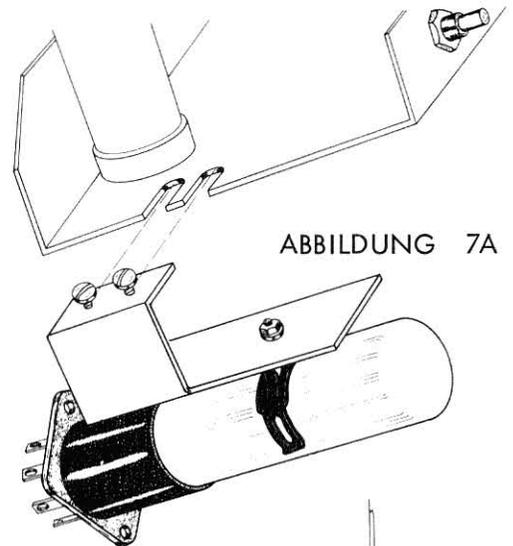

ABBILDUNG 7A
- () Befestigen Sie den Montagewinkel für das Magische Auge wie in Abbildung 7A gezeigt - seitlich am Chassis. Schieben Sie dazu die beiden am Montagewinkel angebrachten Blech- schrauben in die Schlitz des Chassisblechs, und richten Sie das Magische Auge so aus, dass es genau in der Mitte des dafür vorgesehenen kreisförmigen Ausschnittes der Frontplatte liegt. Ziehen Sie dann die beiden Blechschrauben fest und schieben die Röhre so weit nach vorne, dass sie etwa 5 mm über die Frontplatte hinausragt.